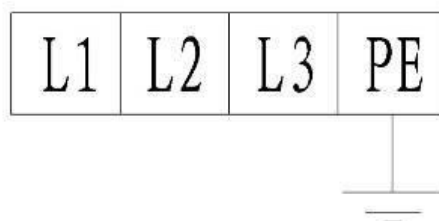

Figura 11
- Os cabos de alimentação da ligação trifásica - 5 pólos ($5 \times 2,5 \text{ mm}^2$) têm de ser ligados aos terminais L1 #, L2 # L3 # e N #, localizados no interior da caixa de controlo, figura 11,
- O cabo PE deve ser ligado ao terminal marcado, figura 11.